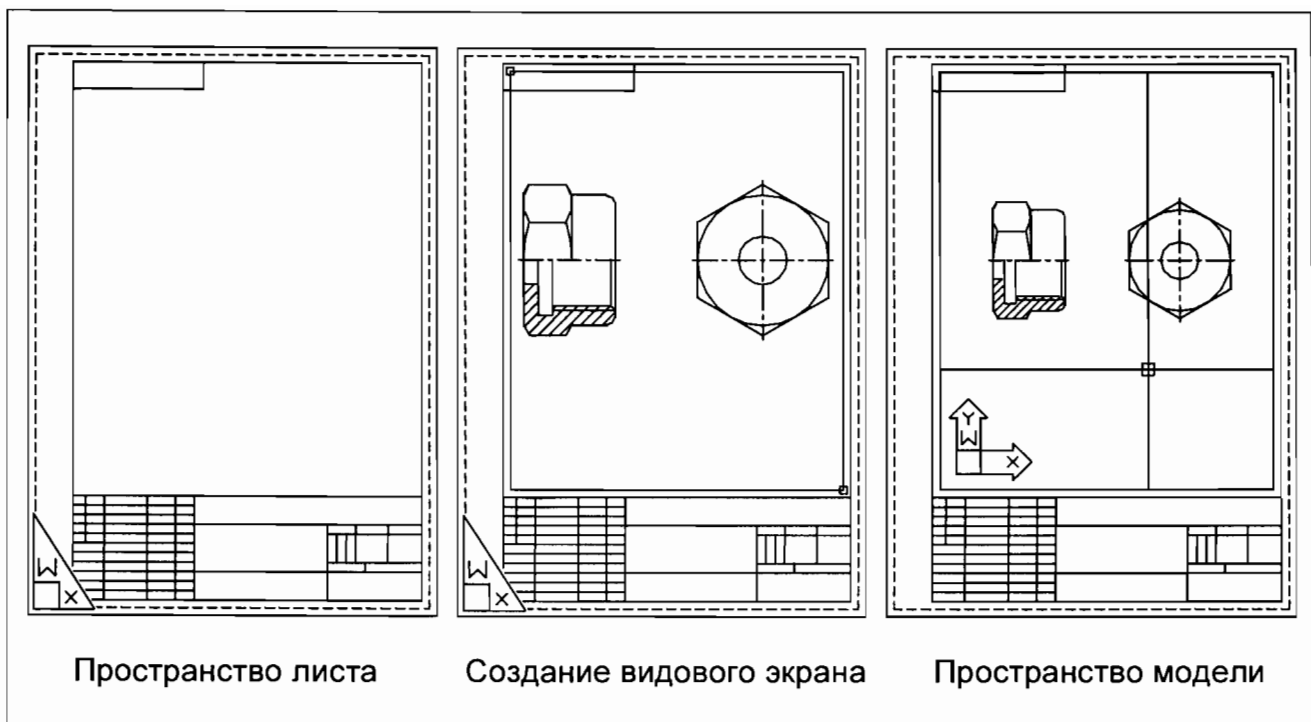

Рис.2
Порядок выполнения компоновки (рис.2):
3. Командой **-ВЭКРАН** создать один *видовой экран*, растянув его в виде прямоугольной рамки между двумя диагональными точками. Видовой экран рекомендуется сделать чуть меньшим внутренней полезной области формата (см. рис.2).
4. Не выходя из режима компоновки, переключиться в пространство модели, щелкнув мышью в поле **ЛИСТ** в статусной строке (значение поля изменится на **МОДЕЛЬ**). При этом изображение на видовом экране станет доступным для редактирования (см. рис.2).